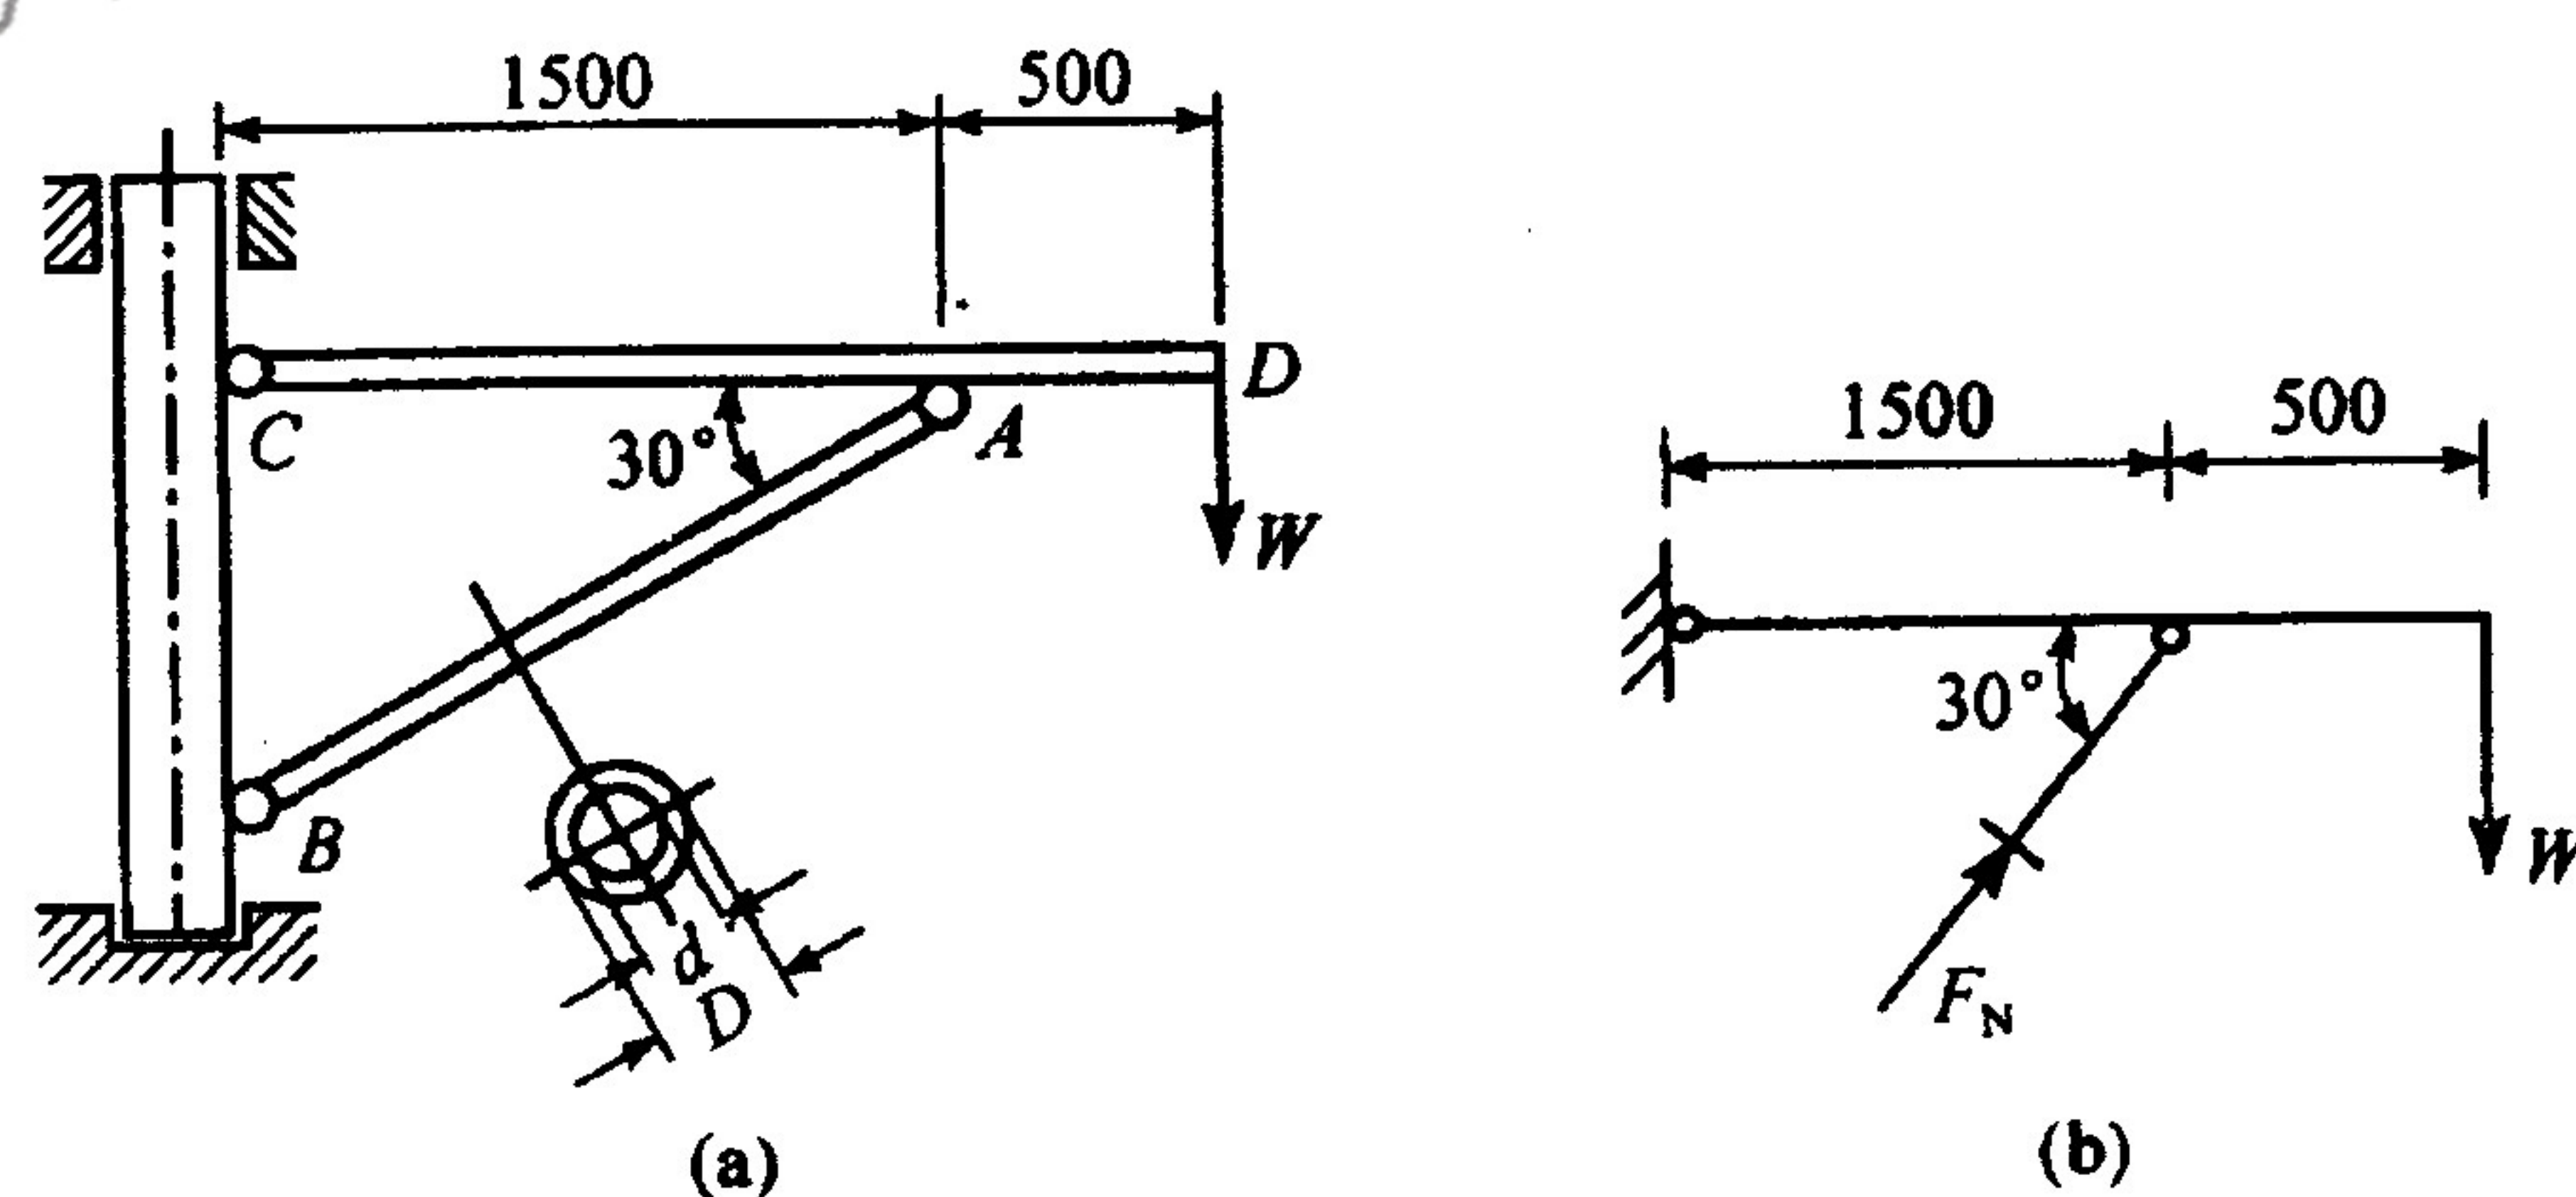

图 2.3
2.3 简易吊车如图 2.3 所示,最大起重重量 $W = 20\text{kN}$ 。已知 AB 杆的外径 $D = 50\text{mm}$,内径 $d = 40\text{mm}$,材料为 Q235 钢,其弹性模量 $E = 206\text{GPa}$, $\sigma_p = 200\text{MPa}$, $\sigma_s = 235\text{MPa}$, $\sigma = 304\text{MPa}$, $b = 1.12\text{MPa}$ 。若规定稳定安全因数 $n_{st} = 2$,校核 AB 杆是否稳定。(15 分)